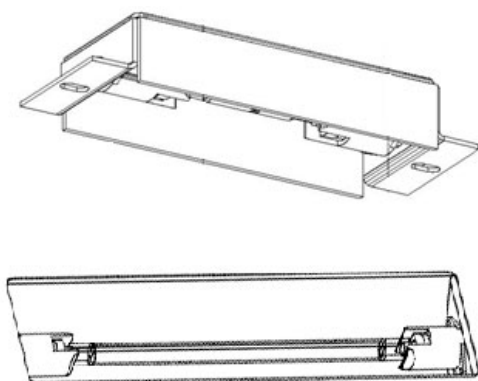

Figure 5.1a
**Solution** : remplacer la lampe (voir les figures 5.1a et 5.1b)
3. Démontez la lampe cassée en la déplaçant dans le sens de la longueur de la douille (voir figure 5.1a ).